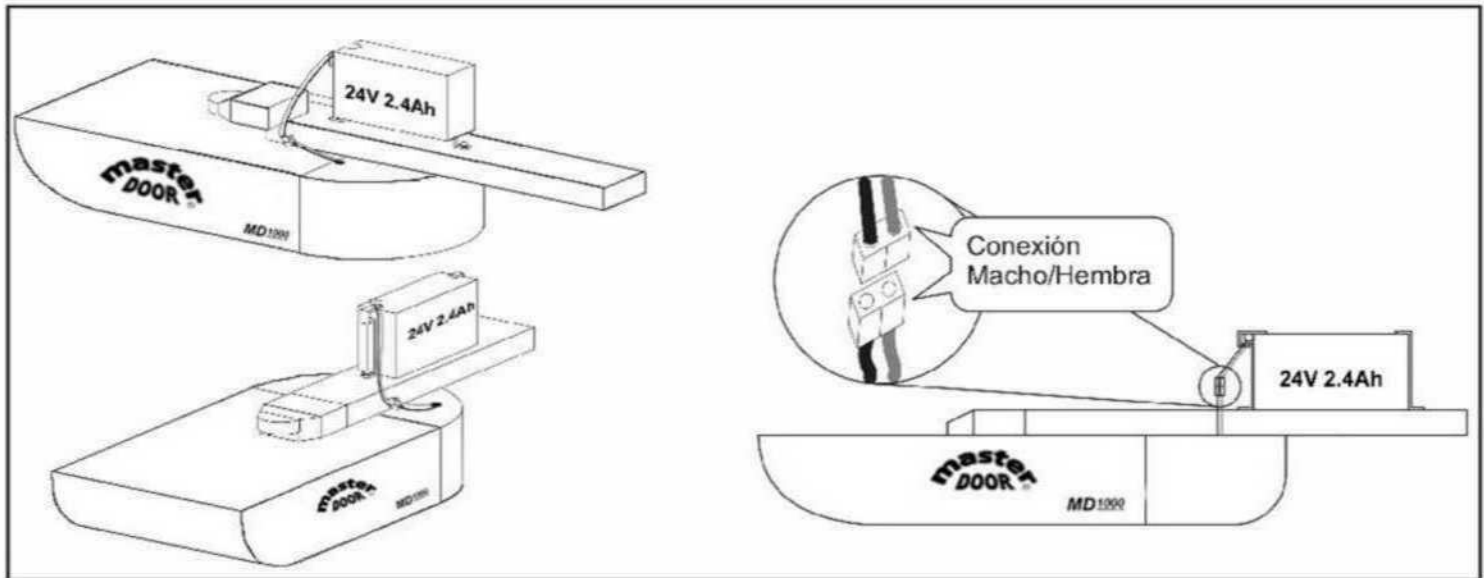

Fig.25
### Posicionamiento (Fig.25).
- Fijar la Batería al Riel del operador Residencial como se muestra en la imagen (Fig.25).